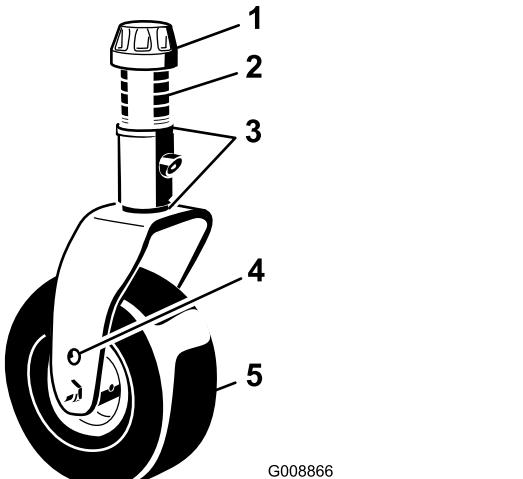
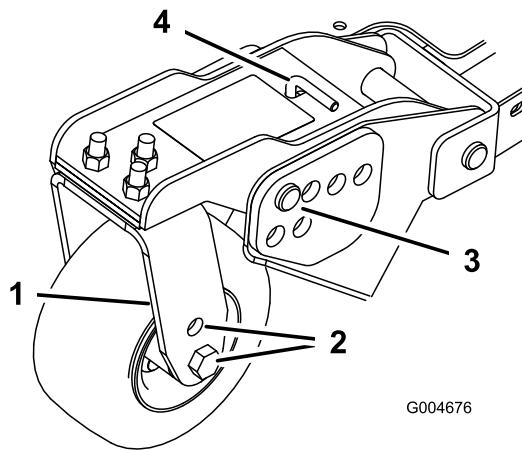
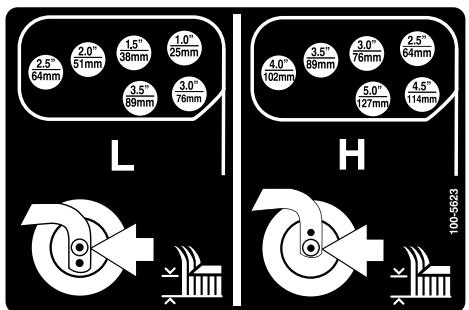

Figura 26
Figura 28
Figura 29
- Coloque os eixos da roda giratória nos mesmos orifícios em todas as forquilhas da roda giratória (Figura 26 e Figura 28).
- Retire a tampa de tensionamento do eixo roscado e desloque o fuso para fora do braço da roda giratória (Figura 26).
- Retire o perno de gancho e os pinos de segurança dos braços articulados da roda giratória (Figura 28).
- Rode a barra tensora para levantar ou descer o braço articulado, até os orifícios se encontrarem alinhados com os orifícios da altura de corte desejados, na estrutura da plataforma do cortador (Figura 28 e Figura 29).